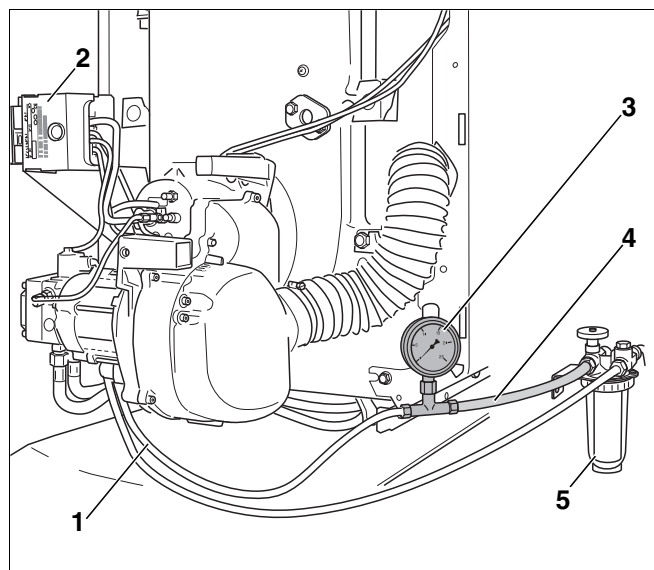

Рис. 11 Топливный фильтр, вакуумметр и прозрачный шланг
- Установить вакуумметр (Рис. 11, **поз. 3**) с прозрачным шлангом (Рис. 11, **поз. 4**; дополнительная комплектация), как показано на рисунке 11, между топливным фильтром (Рис. 11, **поз. 5**) и всасывающим топливopоводом (Рис. 11, **поз. 1**).
- Снять автомат горения дизельного топлива (Рис. 11, **поз. 2**) с цоколя.
- Контролируйте отсутствие пузырьков воздуха во всасываемом топливе и его давление по прозрачному шлангу (Рис. 11, **поз. 4**) или по вакуумметру (Рис. 11, **поз. 3**).
(Рис. 11, поз. 5, стр. 16) и снять прозрачный
шланг (Рис. 11, поз. 4, стр. 16) с вакуумметром
(Рис. 11, поз. 3, стр. 16).
(Рис. 11, поз. 1, стр. 16) к штуцеру на топливном
фильтре (Рис. 11, поз. 5, стр. 16).
(Рис. 11, поз. 5, стр. 16).